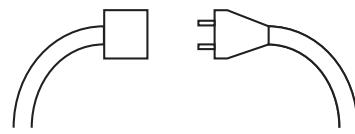

Fig. 1
- Conecte el enchufe de corriente a la extensión (Fig. 1).
- Desconecte el enchufe de corriente de la extensión (Fig. 1).